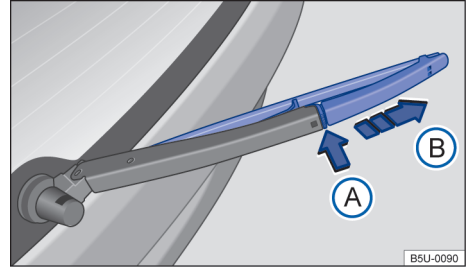

Fig. 166 Sustituir la escobilla del limpialuneta.
- Mantener la tecla de desbloqueo → fig. 166 (A) presionada y, al mismo tiempo, retirar la escobilla de los limpiaparabrisas en el sentido de la flecha.
- Retirar la escobilla del limpiacristales en el sentido de la flecha (B).